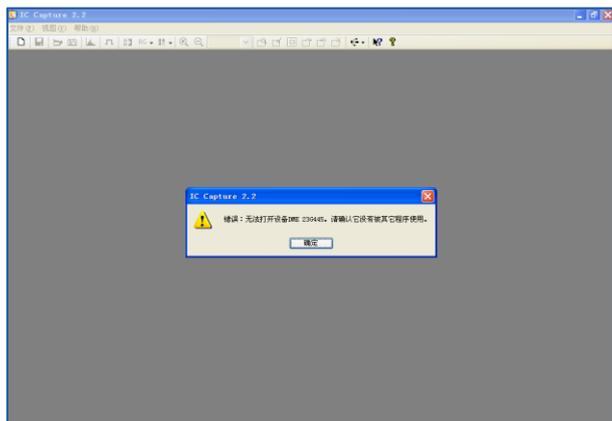

图 4-4 IP 地址错误提示
2、双击 Ic_capture_2.2.exe，按提示安装 ICCapture。安装成功，使用 ICCapture 打开相机，由于 IP 地址不正确，此时很可能会出现如图 4-4 所示错误提示。